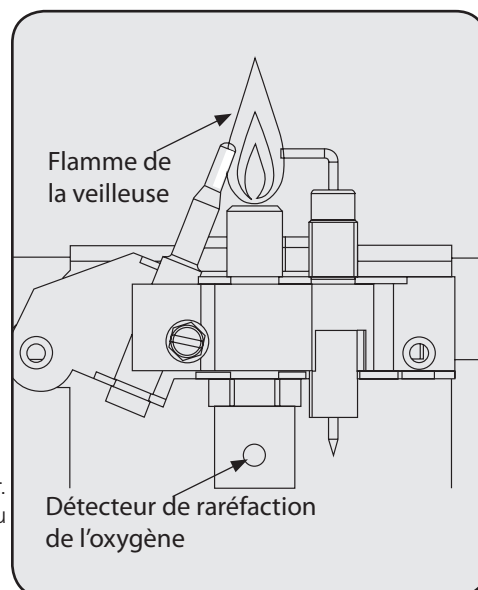

Figure 1
- Inspectez visuellement la flamme de la veilleuse et le brûleur régulièrement au cours de l'utilisation. La flamme de la veilleuse doit être bleue, et non jaune, et s'étendra au thermocouple. La flamme doit entourer le thermocouple juste en dessous de son extrémité (voir Figure 1).